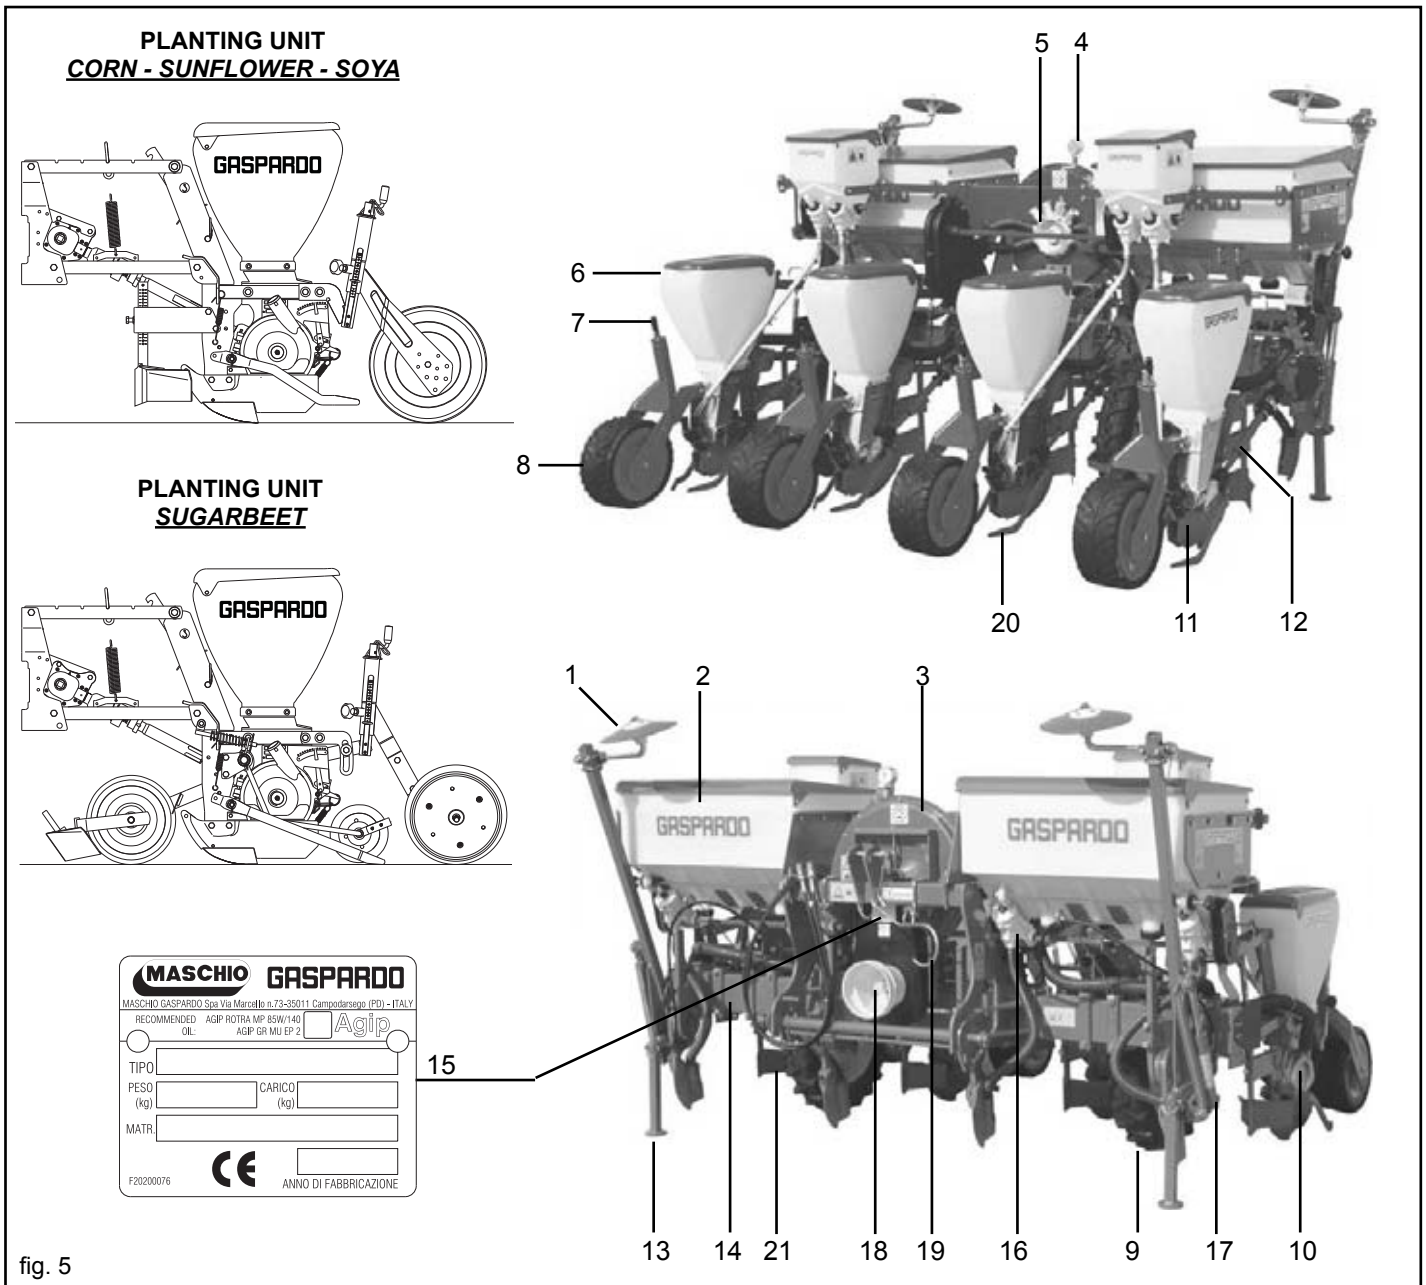

fig. 5
**3.2 ASSEMBLY DRAWING** (Fig. 5)